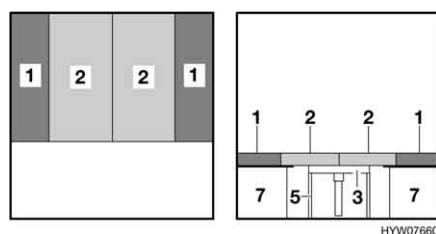

Fig. 47 Dopo la trasformazione
- Collocare i cuscini dello schienale (Fig. 47,1) sulla parete esterna. Rispettare la forma cuneiforme.
- Premere entrambi i cuscini del divano (Fig. 47,2) fra i cuscini dello schienale.